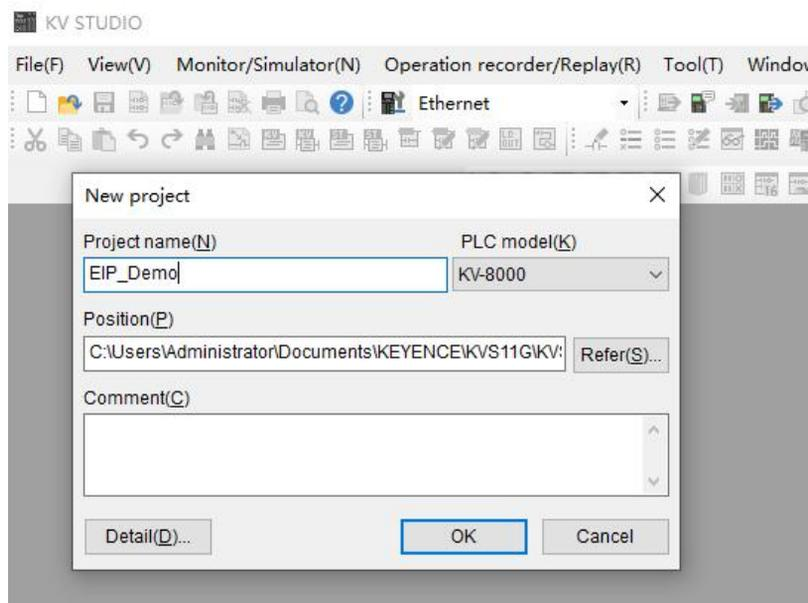

图 5-1-2
- 如图 5-1-2 所示弹出新建工程对话框，填写工程名称及存储路径，选择对应的 PLC 类型：